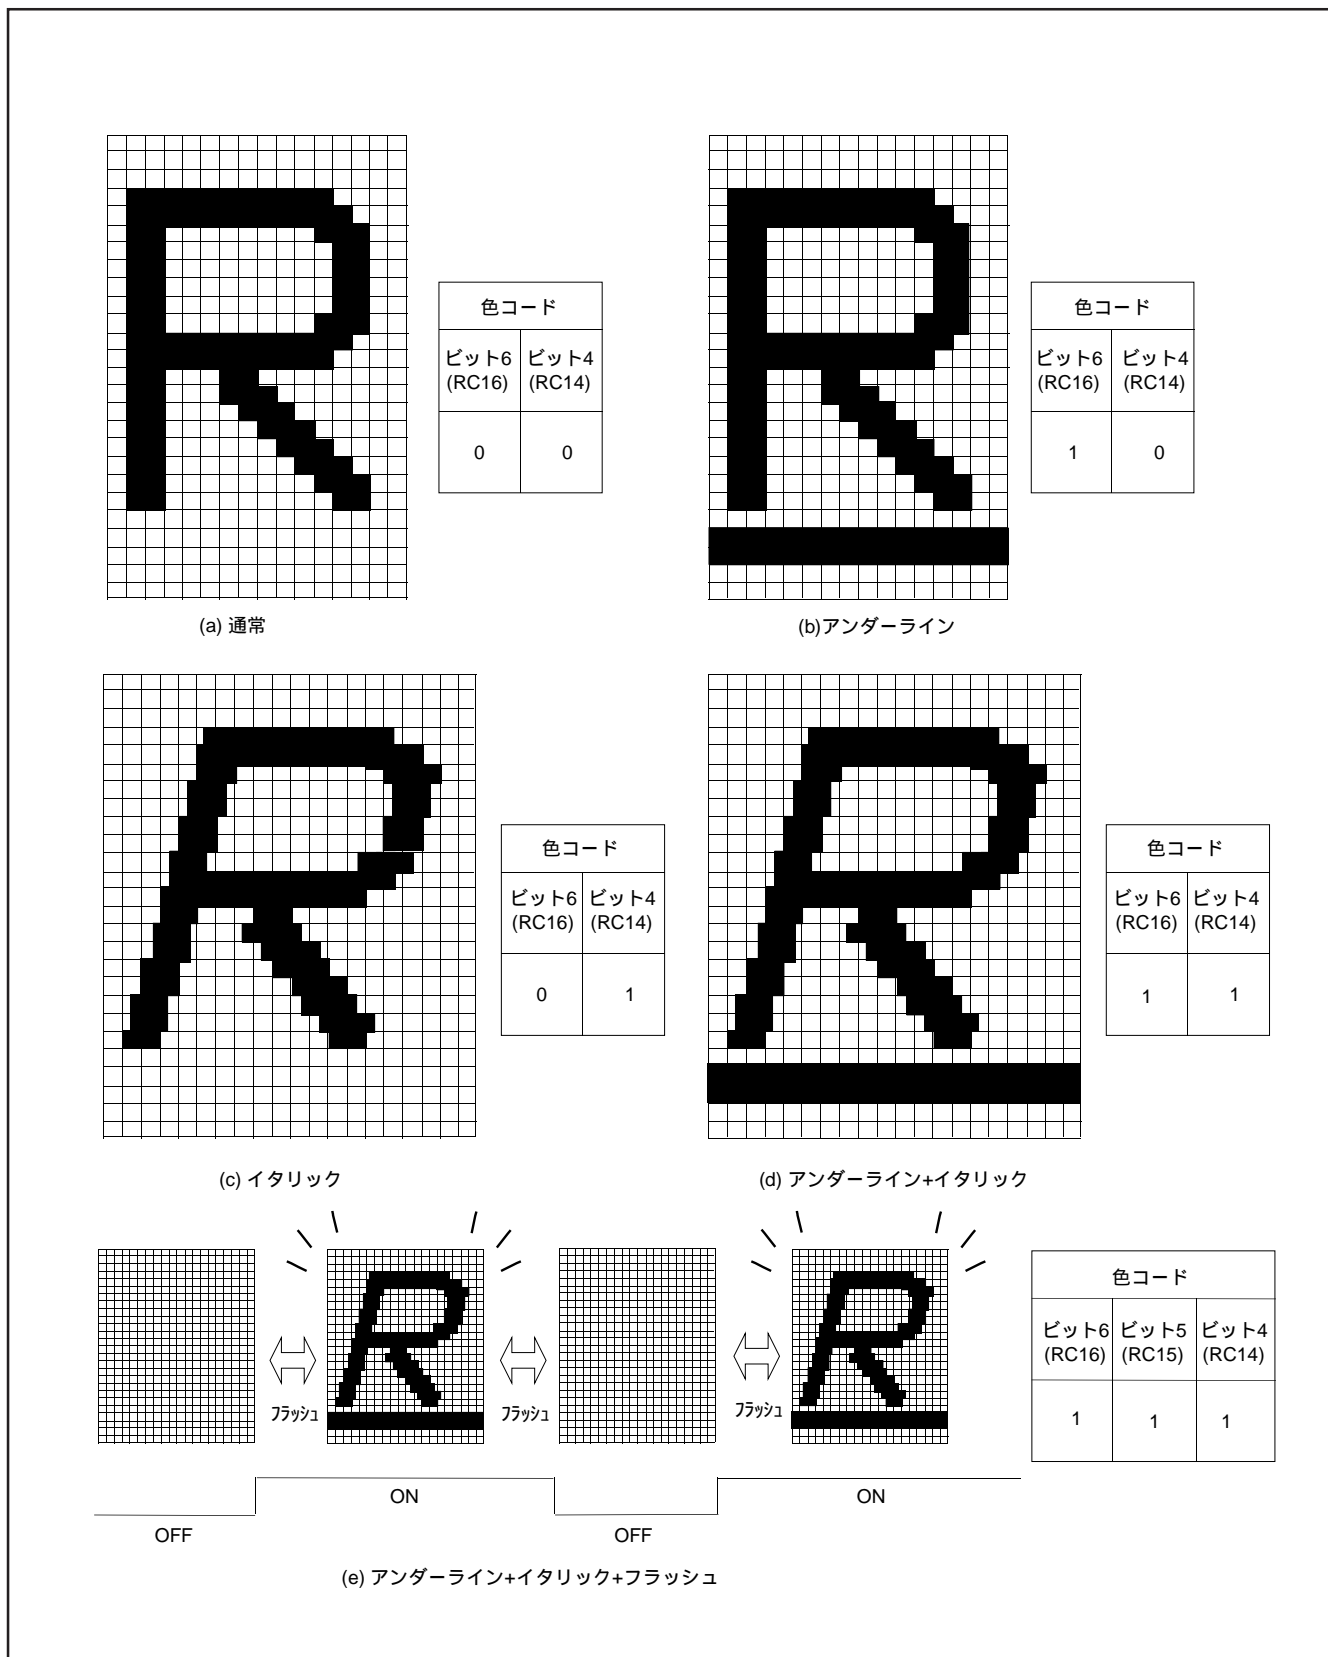

図 12.11.30 アトリビュート表示例 (CC モード時)
3. プリ分周比が1倍のブロックは1ドット×5段階の傾斜をもつイタリック体となります（図12.11.30の(c)参照）。プリ分周比が2倍のブロックは1/2ドット×10段階の傾斜をもつイタリック体となります（図12.11.30の(d)参照）。
6. 32文字目のキャラクタをイタリック体にした場合、ソリッドスペースがOFFの場合（OC14=“0”）、文字領域からはみ出した部分は表示されません（図12.11.30参照）。